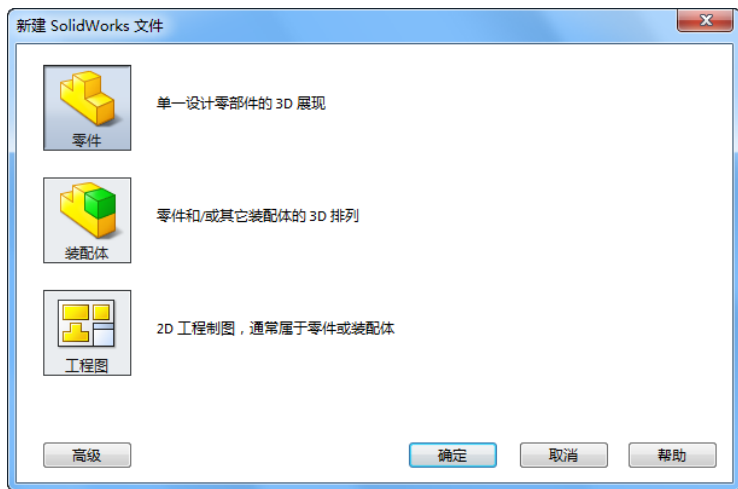

图 6-78 “新建 SolidWorks 文件”对话框
**02** 创建零件文件。在菜单栏中选择“文件”→“新建”命令，或者单击“标准”工具栏中的“新建”图标按钮，此时系统弹出如图 6-78 所示的“新建 SolidWorks 文件”对话框，在其中选择“零件”图标，然后单击“确定”按钮，创建一个新的零件文件。